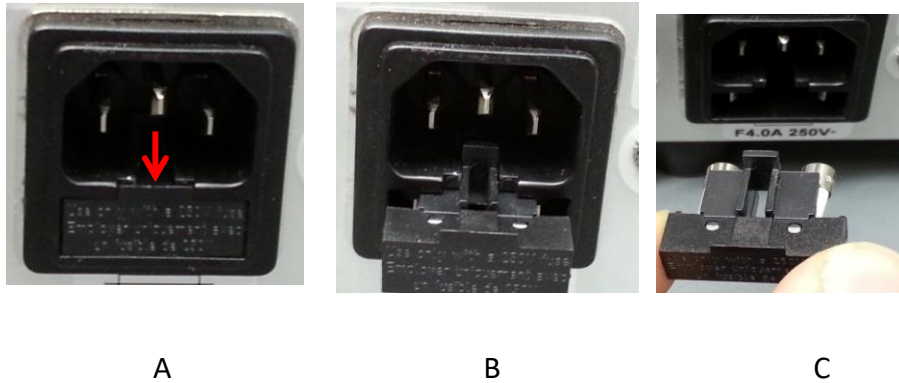

Figure 10 Emplacement et dépose du boîtier à fusibles dans la prise de courant c.a.
secteur c.a., à l'arrière de l'appareil. Remarque : selon l'orientation de la prise de courant c.a., le boîtier à fusibles peut se trouver en dessous ou à côté de ce dernier. La flèche rouge sur la figure 10 (A) indique l'endroit où vous pouvez insérer un tournevis plat pour soulever doucement le boîtier à fusibles.